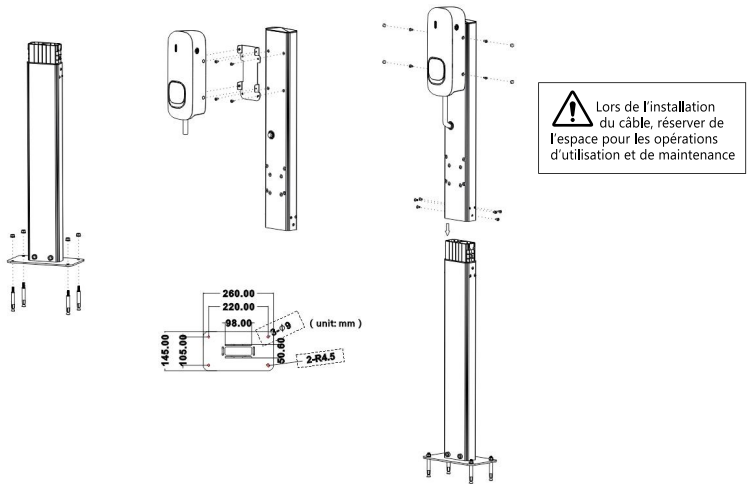

Fig 4 Schéma d'installation sur colonne fixée au sol
4.2 Installation sur colonne fixée au sol (Fig 4)